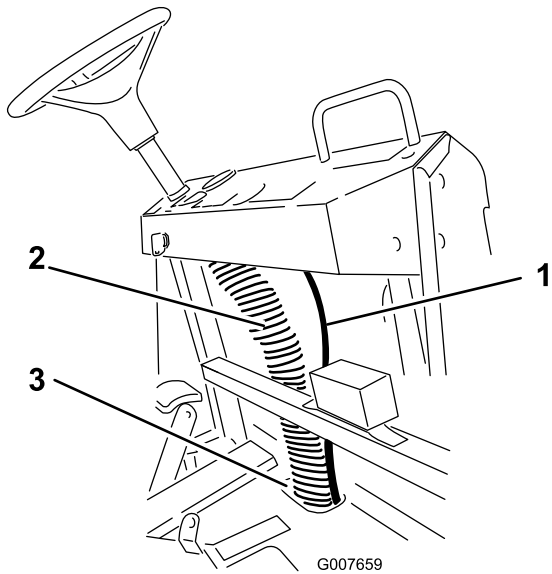

Figura 11
- 4. Disponete il flessibile orientandolo verso l'alto e facendolo passare dietro il lato destro del cruscotto (Figura 11).
- 5. Fissate il flessibile alla colonna del cablaggio preesistente (Figura 11).